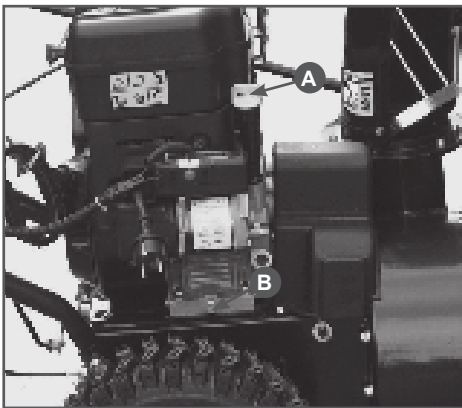

Рис.11 Замена масла
2. Откройте крышку маслозаливной горловины (рис. 11-А).
3. Подставьте под сливное отверстие подходящую емкость и открутите болт отверстия для слива масла (Рис.11-В)